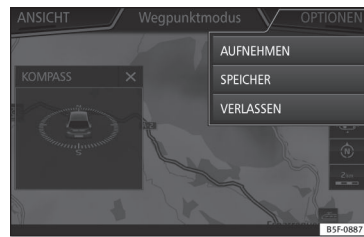

Abb. 239 Start Menü Offroad Navigation
- Es öffnet sich das Navigationsmenü Offroad »» **Abb. 239**.